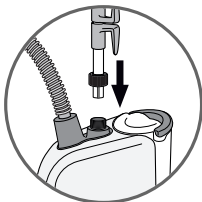

fig.2a
2. Introduzca el brazo telescópico en la base y atornille el manguito apretándolo con moderación para que el brazo quede sólidamente fijado al aparato - fig 2a, 2b.